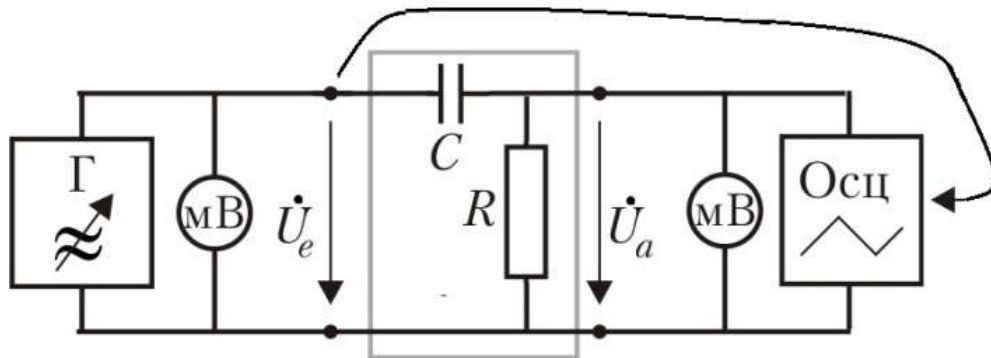

Рис. 3. RC-фильтр высоких частот (ФВЧ) с подключенными приборами.
- 2.4 Поменяйте конденсатор ($C = 10$ нФ) и резистор ($R = 51$ кОм) местами (рис. 3). Снимите и постройте амплитудно-частотную характеристику этой цепи на том же графике. Какого вида получился фильтр? Измерьте *частоту среза* f_c АЧХ данной цепи.